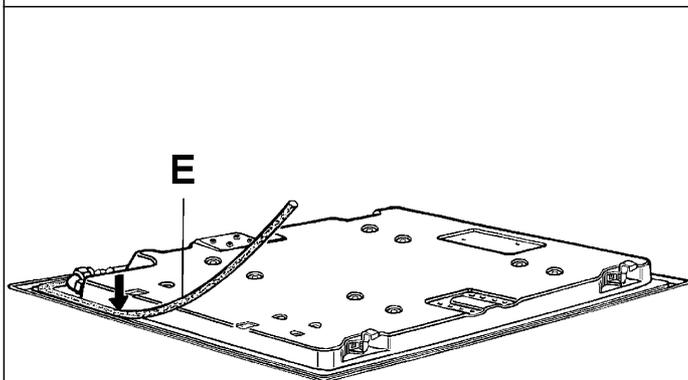

FIG. 9
- Invertir el aparato y colocar correctamente la guarnición “E” (fig. 9) bajo el borde del aparato, de manera que el lado externo de la guarnición encaje perfectamente con el borde periférico externo del aparato. Las extremidades de las tiras tienen que encajar sin solaparse.